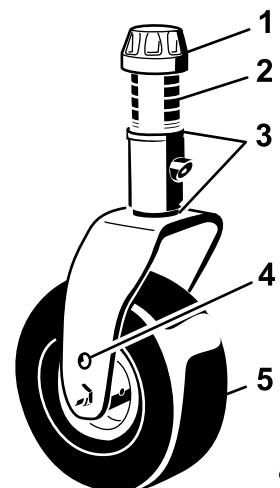
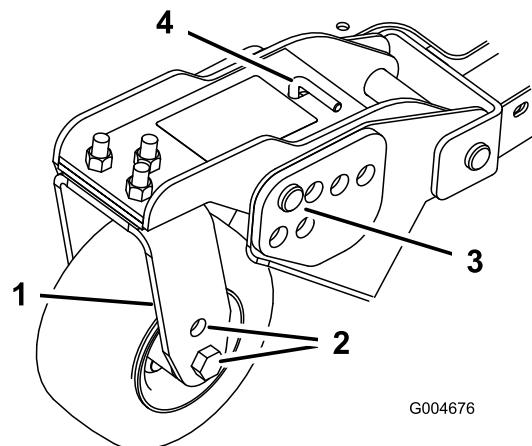

Bild 21
Bild 23
1. Stecken Sie die Laufradachsen in allen Laufradgabeln in die gleichen Löcher (Bild 21 und Bild 23).
2. Entfernen Sie die Spannkappe von der Spindelwelle und ziehen die Spindel aus dem Laufradarm heraus (Bild 21).
6. Entfernen Sie den Splint und die Lastösenbolzen von den Laufradgelenkarmen (Bild 23).
7. Drehen Sie die Spannstange, um den Gelenkarm anzuheben oder abzusenken, bis die Löcher mit den ausgewählten Löchern in der Schnitthöhenhalterung im Mähwerkrahmen ausgerichtet sind (Bild 23 und Bild 24).